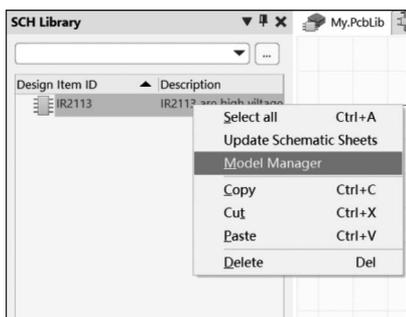

图 3-71 打开模型管理器
(3) 添加 PCB 封装库。右击该集成库名,从弹出的快捷菜单中选择 Add New to Project→PCB Library 命令,同理也可以添加已有的 PCB 库,右击,从弹出的快捷菜单中选择 Add Existing to Project,例如在文档中选中之前创建的 My.PcbLib。
(4) 将原理图符号与封装关联。在 SCH Library 面板中选中原件 IR2113,右击,从弹出的快捷菜单中选择 Model Manager 命令,打开模型管理器,如图 3-71 所示。在弹出的对话框中单击 Add Footprint 后弹出如图 3-72 所示的对话框,单击 Browse 按钮浏览 PCB 封装库,弹出如图 3-73 所示的对话框,选择 SOP16 的封装后,单击 OK 按钮。